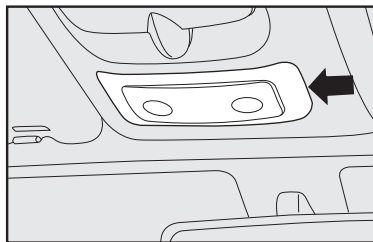

fig. 26
- Com uma chave de fenda no ponto indicado pela seta **fig. 26**, remover o conjunto da luz interna montada a pressão pelas travas;